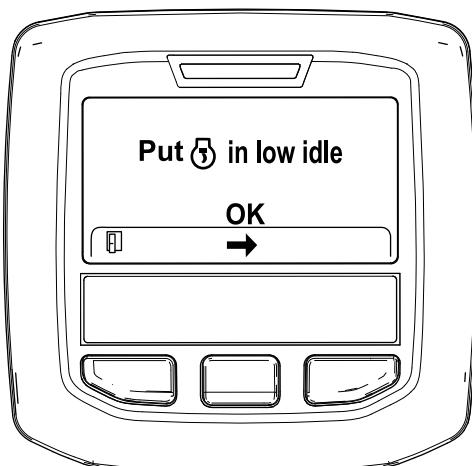

Figura 34
6. Spostate il comando dell'acceleratore in posizione di MINIMA INFERIORE e premete il pulsante centrale (Figura 34).